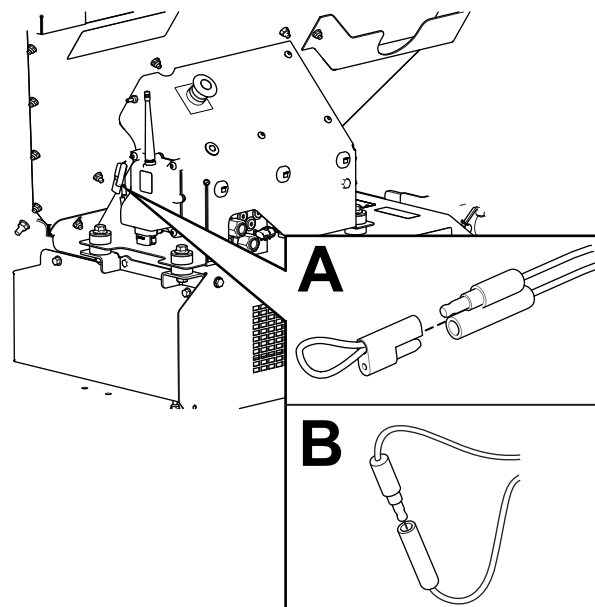

Рисунок 59
2. Снимите привязную крышку с 2 диагностических разъемов (Рисунок 59, А).
3. Соедините диагностические разъемы друг с другом (Рисунок 59, В).
2. Отсоедините диагностические разъемы (Рисунок 59, В).
3. Наденьте привязанную крышку на 2 диагностических разъема (Рисунок 59, А).